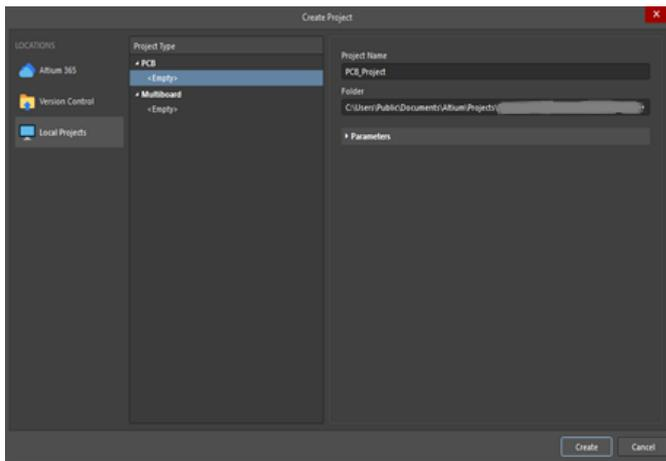

Рисунок 1 – Окно создания нового проекта
1. Создание печатной платы начинается с нового проекта: в одном проекте заключается весь перечень файлов, необходимых для определения и изготовления печатной платы. Мы создали проект в Altium designer (рисунок 1).